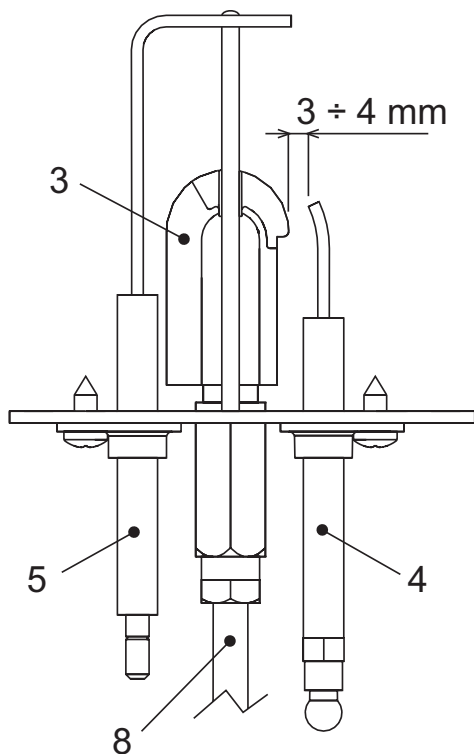

fig. 11 -
- Электроды должны быть установлены правильно и не иметь следов накаливания (см. рис. 11).
- Проверьте правильность позиционирования электродов, а также отсутствие на них отложений (смотреть рис. 11).